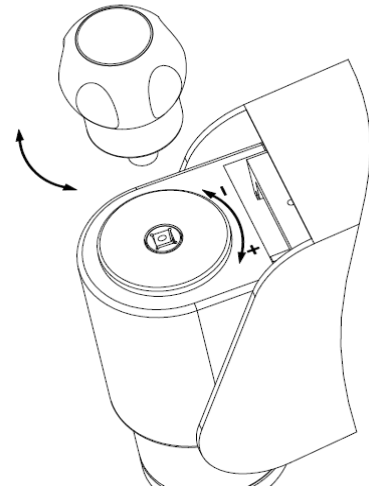

Fig. 4
- Débloquer la manette de blocage de position [9] et tenir les poignées [13] pour déplacer le microscope de bas en haut. Tourner la molette d'équilibrage [8] dans le sens antihoraire en cas d'installation de matériel d'imagerie sur le microscope, comme indiqué dans la Fig. 4. Répéter l'opération jusqu'à ce que le déplacement du bras oscillant soit flexible.